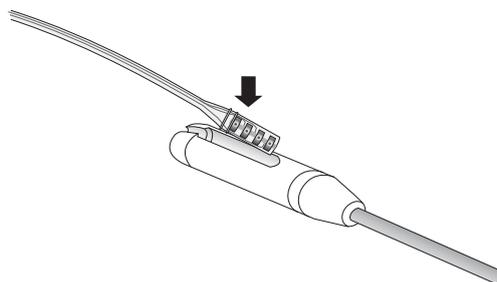

Figura 36. Introduza o conector dos parafusos de fixação da extensão na ponta transportadora
9. Com o tunelizador colocado, retire a ponta cuneiforme e coloque a ponta transportadora (Figura 36).
10. Introduza o conector dos parafusos de fixação da extensão na ranhura da ponta transportadora (Figura 36). Puxe cuidadosamente o conjunto ao longo do túnel até ao local onde o eléctrodo se encontra exposto.